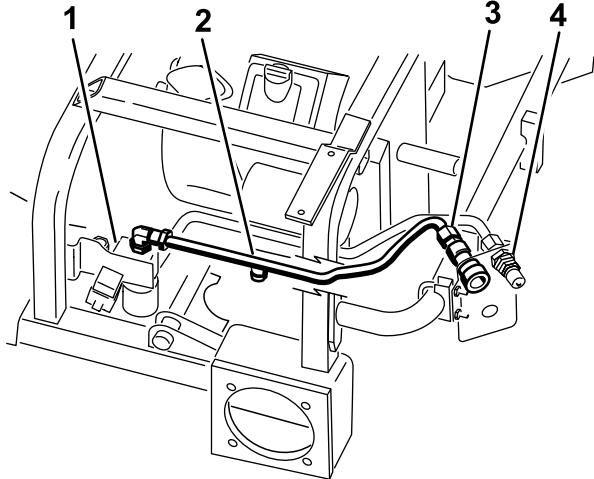

Figura 15
4. Posizionate il tubo idraulico numero 2 sulla macchina come illustrato in Figura 15.
5. Collegate il tubo idraulico numero 2 al gomito a 90° e alla parte superiore della nuova valvola (Figura 15).
6. Collegate il tubo idraulico numero 2 all'accoppiatore femmina superiore (Figura 15).